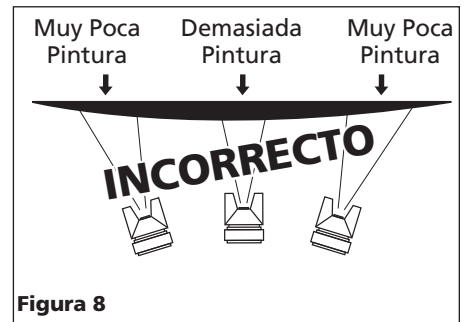

Figura 8
- Mantenga la boquilla de 15,2-22,9cm de la superficie que va a pintar todo el tiempo y siempre mantenga la pistola en movimiento mientras esté rociando. Si para de moverla la pintura se acumulará y se chorreará. No mueva la pistola de un lado a otro como un abanico. Este tipo de movimiento crea depósitos de pintura que se concentran en el centro del área cubierta y aplica muy poca pintura en los bordes (Vea la Figura 8).